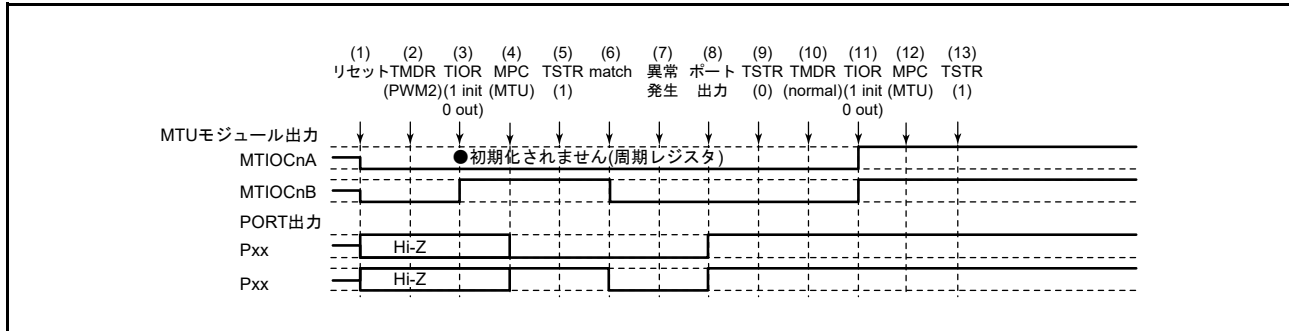

図 22.166 PWM モード 2 で異常が発生し、ノーマルモードで復帰する場合
PWM モード 2 で異常が発生し、再設定後ノーマルモードで再スタートする場合の説明図を図 22.166 に示します。
(1) ~ (9) は図 22.166 と共通です。
(10) PWM モード 1 を設定します。
(11) TIOR レジスタで端子を初期化してください (PWM モード 1 では MTIOcNB (MTIOcND) 端子に波形が出力されません。出力すべきレベルがある場合は、I/O ポートのポート方向レジスタ (PDR)、ポート出力データレジスタ (PODR) で汎用出力ポートの設定をしてください)。
(12) MPC と I/O ポートのポートモードレジスタ (PMR) で MTU 出力としてください。
(13) TSTR レジスタで再スタートします。
(15) PWM モード 2 で動作中に異常が発生し、PWM モード 2 で再スタートする場合の動作
(10) PWM モード 2 で再スタートする場合には必要ありません。
(11) TIOR レジスタで端子を初期化してください (PWM モード 2 では周期レジスタに使用した TGR レジスタに対応する端子に波形が出力されません。出力すべきレベルがある場合は、I/O ポートのポート方向レジスタ (PDR)、ポート出力データレジスタ (PODR) で汎用出力ポートの設定をしてください)。
(13) TSTRA レジスタで再スタートします。
(16) PWM モード 2 で動作中に異常が発生し、位相計数モードで再スタートする場合の動作
(10) 位相計数モードを設定します。
(11) TIOR レジスタで端子を初期化してください。
(17) 位相計数モードで動作中に異常が発生し、ノーマルモードで再スタートする場合の動作